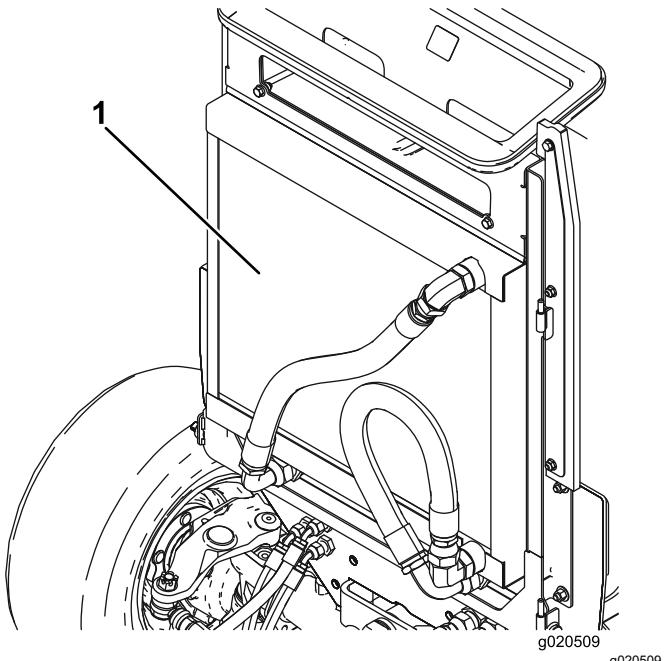

図 73
3. オイルクーラとラジエターの裏表を圧縮空気で丁寧に清掃する図 73。